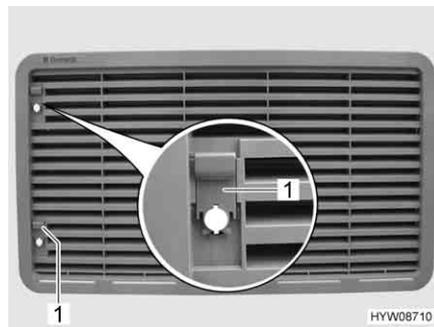

Fig. 62 Rejilla de ventilación del frigorífico
- Empujar la corredera (Fig. 62, 1) hacia arriba.